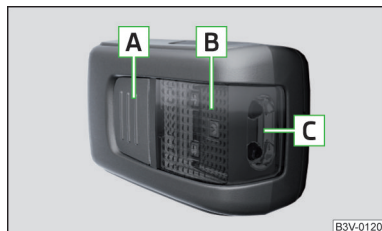

Abb. 141
Beschreibung der Leuchte » Abb. 141
- Die Taste **A** » Abb. 141 drücken - die Leuchte leuchtet auf.
- Wird die Leuchte nicht ausgeschaltet und korrekt in die Halterung eingesetzt, dann werden die LED-Dioden im vorderen Teil der Leuchte **C** » Abb. 141 automatisch ausgeschaltet.